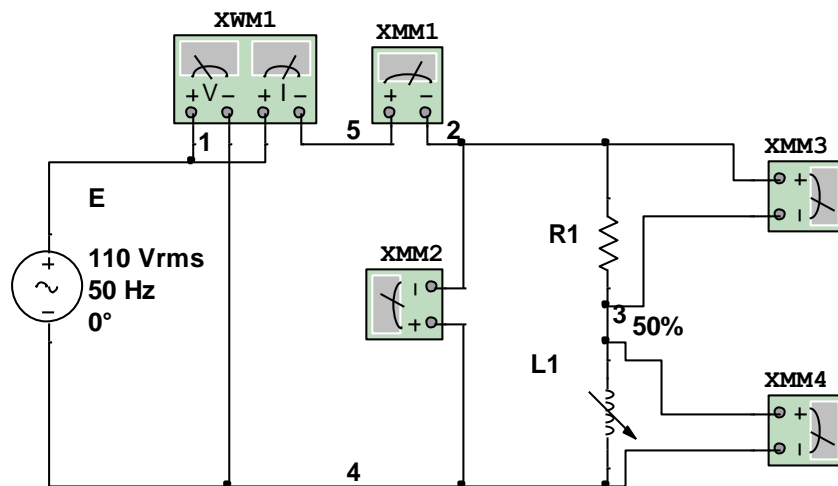

Рисунок 3.1 –Схема дослідної установки ЛР4
1. Скласти схему згідно рис. 3.1.